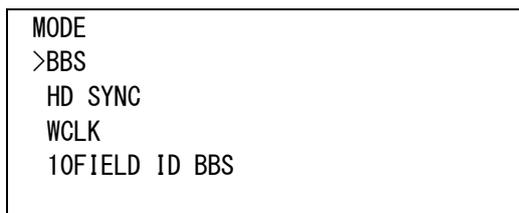

図4-63 オンスクリーンメニュー(MODE例)
- 1) REF OUTメニューで「MODE[MODE]」を選択し、**ENTER**ボタンを押すと図4-63のような設定メニューが表示されます。